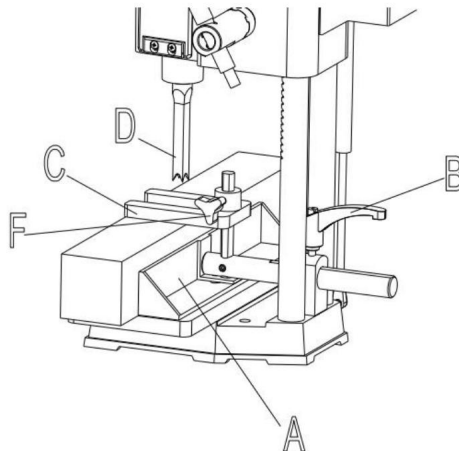

Abb. 10
Der Anschlag (A) Abb. 10 kann durch Lsen des Hebels (B) nach innen oder auen verschoben werden. in die gewnschte Position und ziehen Sie den Hebel (B) fest. HINWEIS: Der Hebel (B) ist federbelastet und kann neu positioniert werden, indem man den Hebel herauszieht und ihn auf der gezahnte Mutter unterhalb des Hebels.